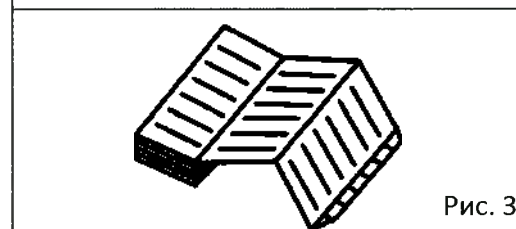

Рис. 3
6. Извлеките люминесцентную лампу, осторожно вытянув ее из крышки (см. Рис. 3).
3. Как показано на Рис. 3, вставьте график регистрации так, чтобы полоска «Начало» ("begin") располагалась в картридже. Проверьте, что сторона бумаги, предназначенная для печати, обращена наружу.
Поверните выключатель питания в положение ON. Самописец будет двигаться по направлению внутрь на круглой бумаге для регистрации и временно остановится в положении 0% (эквивалентное линии 40°C). Затем самописец будет двигаться к положению, которое отображает измеренную температуру (Рис. 3).